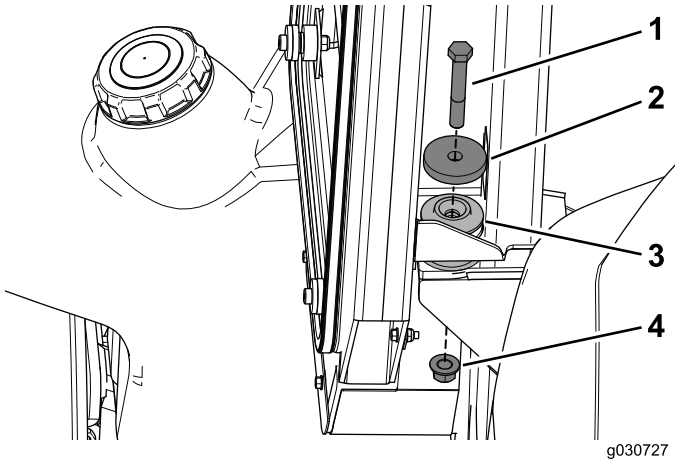

Figura 27
- Utilice un perno (1/2" x 3 1/4"), una arandela (2 1/4") y una contratuercas (1/2") para sujetar la cabina a los soportes de montaje traseros de la máquina (Figura 27).